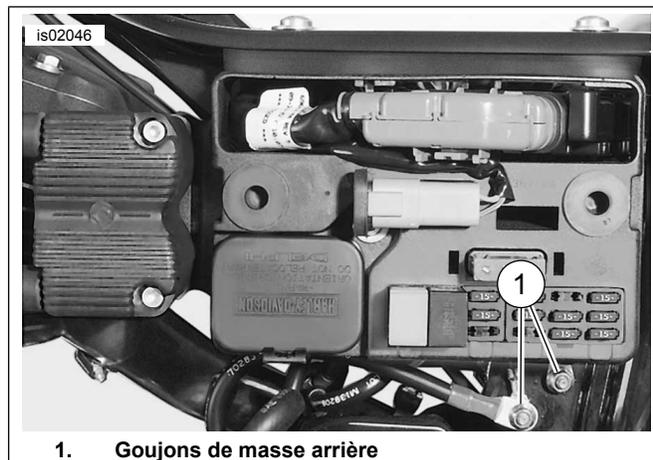
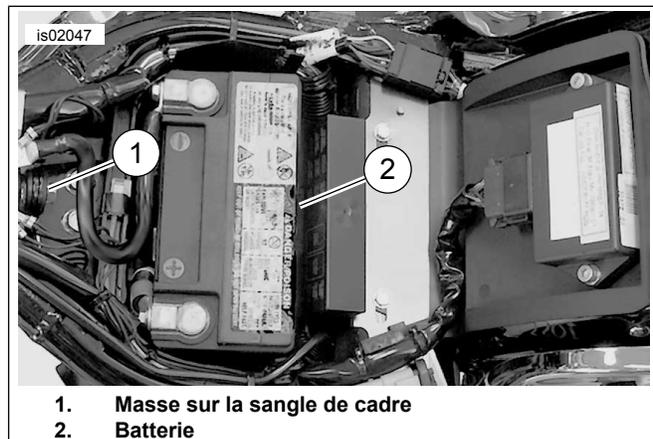

Figure 1. Masse du FXDWG 2004
Figure 2. Masse du Softail 2004
1. Utiliser les schémas de câblage et le Manuel d'entretien pour identifier la masse correspondant à l'année et au modèle, et acheminer le conducteur (noir [BK]) de masse du faisceau mini de compte-tours vers la masse. Pour les modèles FXDWG de 1996 à 2003 : Au-dessus du cadre sous le siège vers le réservoir. Pour les modèles FXDWG de 2004 et plus récents : Voir la Figure 1. À l'un des goujons de masse arrière sous le bloc de fusibles. Pour les modèles Softail de 1984 à 2003 : En haut du cadre sous le siège vers l'avant. Pour les modèles Softail de 2004 et plus récents : Voir la Figure 2. Sur la sangle de cadre sous le siège directement devant la batterie. Pour les modèles FLHR de 1994 à 2003 : Dans la cage au-dessous du siège sous le disjoncteur. Pour les modèles FLHR de 2004 et plus récents : Voir la Figure 3. Sous le siège directement devant la batterie. Pour les modèles XL de 1996 à 2003 : Le conducteur noir (de masse) du faisceau mini de compte-tours sera épissé à un conducteur de fil noir (de masse) vers le connecteur de groupe d'instruments [20B].